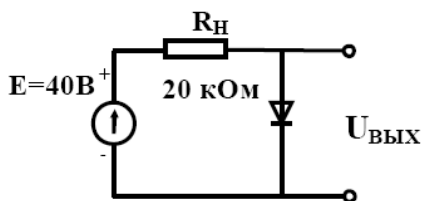

Рис.1.1
1. По вольтамперной характеристике полупроводникового диода (рис. 1.3) определить сопротивление диода постоянному току R - при включении диода в прямом и обратном направлениях ($U_{пр} = 0,8 \text{ В}$, $U_{об} = 100 \text{ В}$); найти сопротивление диода переменному току R_{\sim} при разных значениях прямого смещения: $0,4 \text{ В}$ и 1 В . Определите положение рабочей точки, если диод включен в схему рис. 1.1 при $E = 1,4 \text{ В}$, $R_H = 500 \text{ Ом}$.